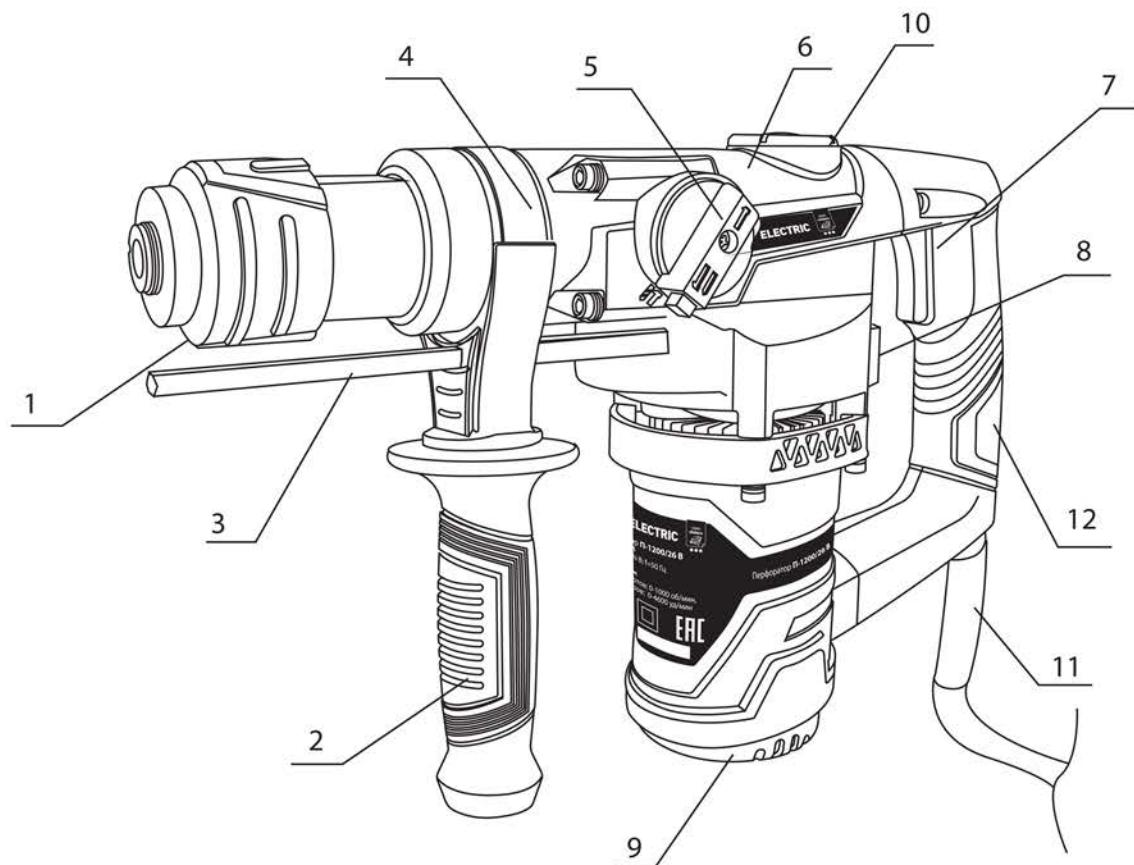

Рисунок 1. Органы управления и индикации
механизму посредством специального подшипника с качающейся наружной обоймой. Рабочий инструмент (бур, пика и др.) устанавливается и фиксируется в патроне SDS-Plus 1 (рисунок 1) с помощью хвостовика специальной формы типа SDS-Plus.
Включение перфоратора осуществляется нажатием на клавишу 7 (рисунок 1) выключателя.
6.3.2. Переключение режимов работы осуществляется с помощью переключателей 8 (рисунок 1). Для выбора режима работы, необходимо нажать на кнопку с торца и повернуть переключатель 5 (рисунок 1).
6.4.1. Перфоратор имеет постоянную частоту вращения инструмента, включается нажатием на клавишу 7 выключателя (рисунок 1).
6.6. Установка сменного инструмента. Бур с хвостовиком типа SDS-Plus вставить в отверстие патрона без усилия и слегка провернуть вокруг своей оси так, чтобы шлицы совпали с пазами хвостовика (инструмент «западает» на 1...2 мм), затем вставить бур до упора. Специальный механизм предотвращает самопроизвольное выпадение бура из патрона. Для удаления бура наружный стакан патрона 1 (рисунок 1) отвести назад до упора, вынуть инструмент.
6.7. Установка глубины обработки. С помощью ограничителя глубины обработки, расположенному в верхней части дополнительной рукоятки 3 (рисунок 1) можно установить требуемую глубину сверления. Для этого ослабьте фиксатор, раскрутив дополнительную рукоятку 3 (рисунок 1) путём вращения против часовой стрелки, она опустится ниже, затем выставьте требуемый размер обработки (расстояние от вершины сверла/бура до конца ограничителя) и закрутите дополнительную рукоятку путём вращения по часовой стрелке для затяжки и фиксации глубиномера.
7.1.2. Установите, если необходимо, и надежно закрепите дополнительную рукоятку 2 (рисунок 1). Установите и надежно закрепите нужный сменный инструмент в патрон (подраздел 6.6. Установка сменного инструмента).
7.1.3. Убедитесь, что перфоратор выключен. Для этого нажмите до упора и отпустите клавишу выключателя 7 (рисунок 1).
7.2.1. Включение. Подключите вилку электрического кабеля к электрической сети, нажмите на клавишу выключателя **7** (рисунок 1), перфоратор включится. Для продолжительной работы на максимальных оборотах необходимо нажать и зафиксировать нажатие на клавише выключателя **7** (рисунок 1).
7.2.2. Выключение. Просто отпустите клавишу выключателя **7** (рисунок 1).
8.1. Установите сменный инструмент. Проверьте правильность и надежность его закрепления. Очистите хвостовик бура и нанесите смазку для буров перед его установкой (примерно 0.5-1 г). Такая смазка хвостовика и патрона **1** (рисунок 1) обеспечивает равномерный износ и увеличивает срок службы инструмента и оснастки. Вставьте бур в патрон **1** (рисунок 1) инструмента. Поверните бур и протолкните его, пока он не зафиксируется. После установки всегда проверяйте надежность закрепления бура на месте, попытавшись вытащить его из патрона. Чтобы удалить бур из перфоратора, нажмите вниз на крышку патрона **1** (рисунок 1) и вытащите бур.
8.2. Установите дополнительную рукоятку **2** (рисунок 1). После этого затяните рукоятку путем поворота по часовой стрелке в желаемом положении. Возможна установка в любом положении при вращении на 360° вокруг корпуса инструмента. Для снятия дополнительной рукоятки **2** (рисунок 1) ослабьте крепление поворотом против часовой стрелки.
8.2.1. Глубиномер удобен при сверлении/бурении отверстий одинаковой глубины. Отверстие фиксации глубиномера расположено в верхней части рукоятки **2** (рисунок 1), ослабление глубиномера для его смещения и регулировки углубления происходит после ослабления рукоятки путем вращения против часовой стрелки, для закрепления и фиксации необходимо закрутить рукоятку до упора по часовой стрелки.
Для бурения в бетоне, каменной кладке и т. д. поверните рычаг изменения режима работы **5** (рисунок 1) к символу «бур и молоток». Воспользуйтесь буром с наконечником из сплава карбида вольфрама.
ВНИМАНИЕ! При попадании бура в металлическую арматуру, залитую в бетон, при засорении отверстия щепой и частицами или в случае, когда просверливаемое отверстие становится сквозным, на инструмент/сверло воздействует значительная и резкая сила скручивания. Всегда пользуйтесь боковой рукояткой **2** (рисунок 1) и крепко держите инструмент и за боковую рукоятку **2** (рисунок 1) и за основную ручку при работе.
Для сверления в дереве, металле или пластиковых материалах поверните рычаг изменения режима действия **8** (рисунок 1) к символу «бур». При использовании сверл необходимо убедиться в том, что хвостовик – цилиндрической формы с насечкой посадки SDS-plus, который можно установить в патрон инструмента. Последовательность действий по установке сверлильного патрона с переходником SDS-plusсмотрите в подразделе 6.6. Установка сменного инструмента.
Для операций штробления, разрушения или скобления поверните рычаг изменения режима действия **5** (рисунок 1) к символу «молоток». Воспользуйтесь соответствующим режиму работы точечным долотом (пикой), плоским зубилом, зубилом для скобления и т. д.
ВНИМАНИЕ! Не вращайте рычаг выбора режима работы **5** (рисунок 1), если инструмент работает